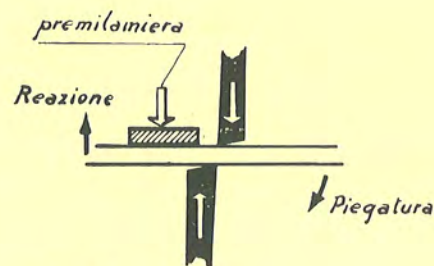

Fig. 3
- e) il *premilamiera* sia sempre regolato in modo da mantenere il pezzo da tagliare in posizione orizzontale (fig. 3).